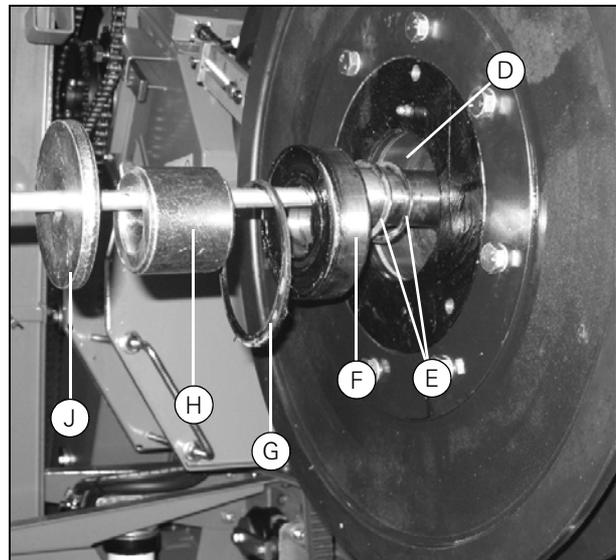

Рисунок 35
- Установите внутреннее стопорное кольцо (D), прокладки (E) (в том же количестве, которое было снято), подшипник (F), стопорное кольцо (G), дистанционную втулку (H) и шайбу (J) в том порядке, который показан на (Рис. 35).